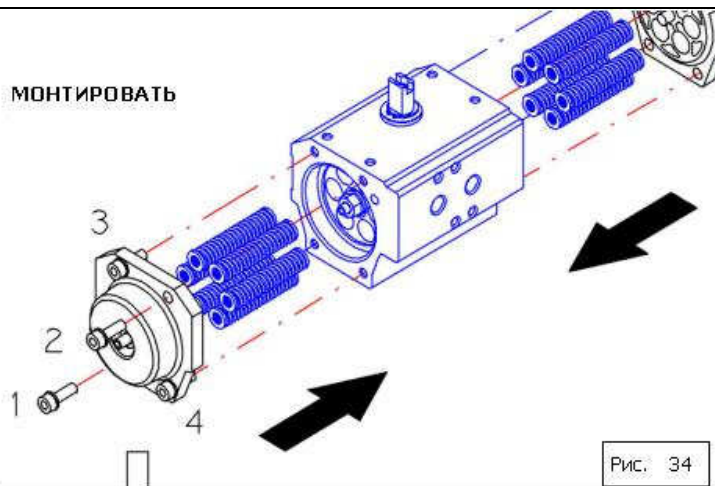

Рис. 34
**14** - Поставьте концевые заглушки, вкручивая винты один за другим согласно их количеству, см. Рис. 34.